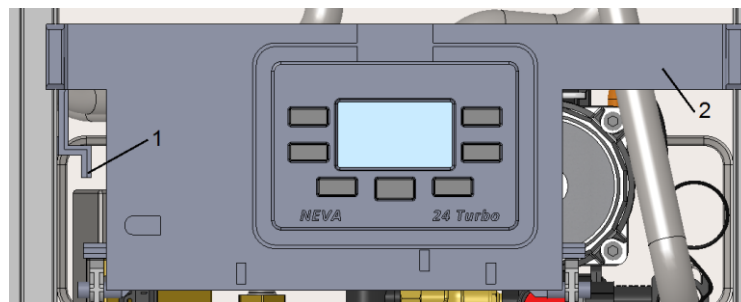

Рисунок 9 - демонтаж облицовки и передней панели
- отжать вправо фиксатор (1) и откинуть блок управления (2), см. рисунок 9;